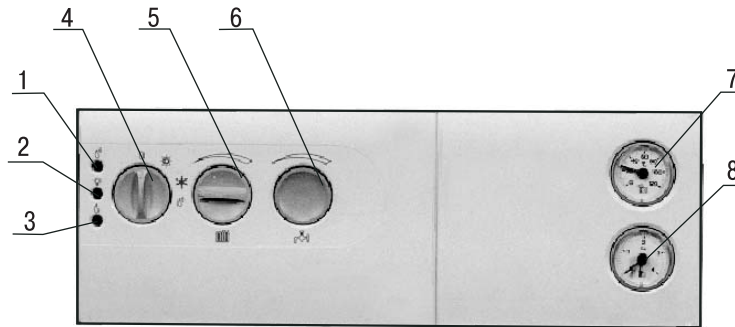

Рисунок 3
- ручка переключателя режима работы- выключателя (рис.3, 4)
- ручка регулятора температуры воды на выходе из аппарата (рис.3, 5)
- ручка регулятора температуры воды в системе ГВС (в аппаратах СХ) (рис.3, 6)
- светодиоды, индицирующие состояние аппарата(рис.3, 1,2,3)
- манометр, показывающий давление в системе отопления (рис.3, 8)
- термометр, показывающий температуру воды на выходе из аппарата (рис.3, 7)
При переводе ручки переключателя режима работы (рис.3, 4) из положения **0** в положение  или  сетевое напряжение поступает на микропроцессорную автоматику управления и регулирования (далее по тексту - автоматику), которая включает в работу циркуляционный насос системы отопления, открывает клапан подачи газа на газогорелочное устройство, и подает команду на плату розжига. Высоковольтное импульсное напряжение с платы розжига поступает на электрод розжига, искра, возникающая между горелкой и электродом розжига, воспламеняет газоздушную смесь, поступающую из горелки. Через смотровое окошко в передней стенке топки можно убедиться в наличии пламени на горелке. В промежутке между горелкой и ионизационным датчиком, в присутствии пламени, начинает течь ток ионизации, который сигнализирует о наличии пламени в топке. Если по какой-либо причине (отсутствие искры или газа на горелке и т.п.), розжиг не произойдет в течение определенного времени, то ток ионизации не возникнет и автоматика обесточит электроventиль пропускающий газ в газовой арматуре. Загорится светодиод на панели управления, сигнализирующий о блокировке. Дальнейшая работа аппарата без ручной деблокировки невозможна. При нормальном розжиге сигнал о наличии пламени поступает на автоматику, которая переводит горелку из режима розжига в рабочий режим. Наличие пламени на всех элементах горелки может быть проконтролировано через смотровое окошко во фронтальном листе. Вода, системы отопления, находящаяся в теплообменнике аппарата нагревается продуктами сгорания, и с помощью циркуляционного насоса перемещается по системе отопления, отдавая свое тепло через отопительные приборы помещениям, в которых они установлены. Горелки будут работать на полную мощность (при максимальном давлении газа), пока температура воды на выходе из аппарата не начнет приближаться к значению, установленному регулятором температуры воды на выходе из аппарата. При этом автоматика выдаст на электромагнитный модулятор газовой арматуры пониженное напряжение, которое прикроет газовый клапан, давление газа перед горелками снизится, и мощность горелок понизится также. Алгоритм работы автоматики такой, чтобы достигалось максимально возможное соответствие между мощностью газогорелочного устройства и нагрузкой на систему отопления. При этом плавное снижение мощности горелочного устройства возможно примерно до 40% от номинальной мощности. При необходимости дальнейшего снижения теплопроизводительности аппарата - просто происходит отключение горелок. Горение прекращается, а циркуляционный насос продолжает перемещать воду по системе отопления в течение некоторого времени (устанавливается при настройке аппарата), при этом она продолжает отдавать свое тепло отопительным приборам. Температура воды в системе отопления постепенно снижается. При этом датчик ручного регулятора температуры воды на выходе из аппарата подает соответствующий сигнал автоматике, которая в свою очередь дает команду на открытие газового клапана горелок и на плату розжига. Газ, поступая на горелки - воспламеняется, и процесс нагрева воды в системе отопления возобновляется. Для снижения количества циклов "включения-выключения" конструкцией предусмотрена регулируемая (при настройке) задержка по времени включения горелок.